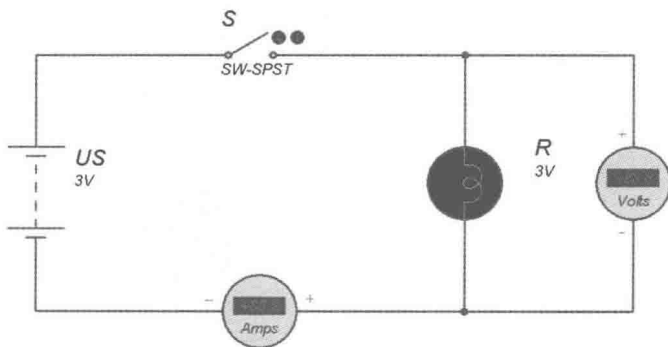

图 1-7 手电筒仿真电路
(1) 运行 Proteus 软件，打开“手电筒照明电路”，在灯泡两端并联直流电压表，同时在电路中串联一个直流毫安表，构建手电筒仿真电路如图 1-7 所示。